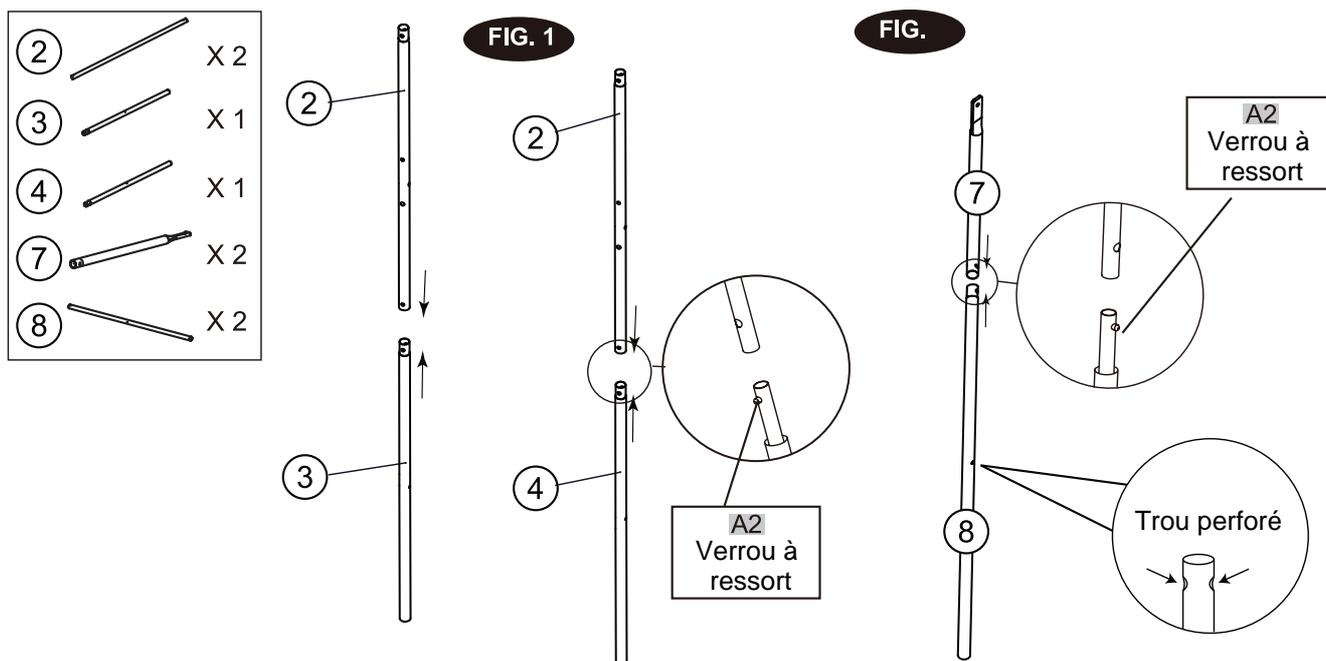

FIG. 3
5. Fixez le Tube 5 et le Tube 6 (#5 & #6) ensemble en utilisant le verrou à ressort (pré-installé) comme indiqué dans la FIG.3.